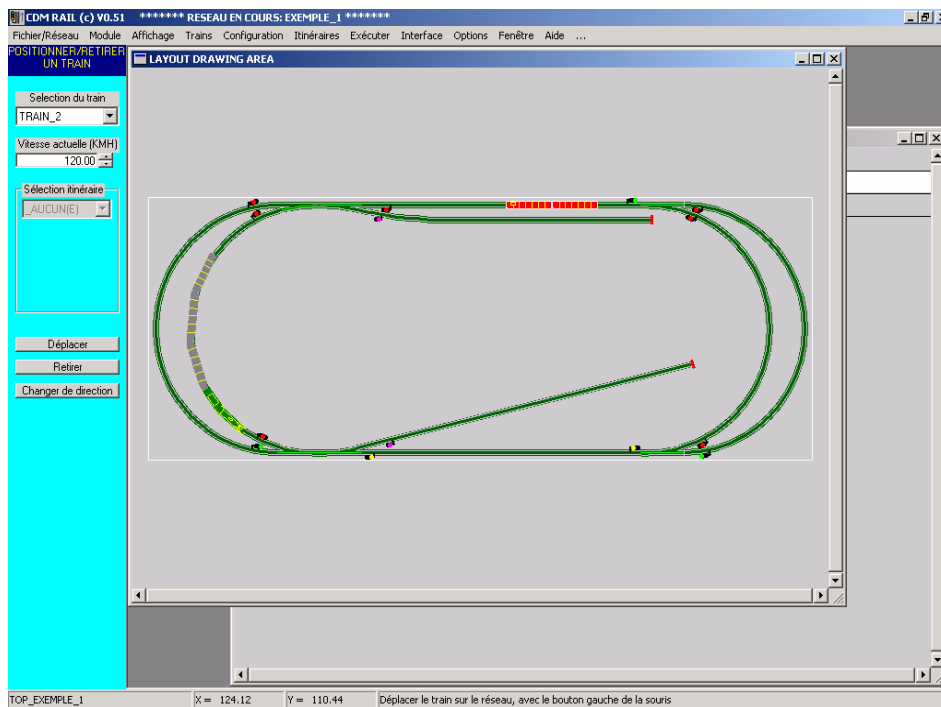

Figure 8-14 Positionnement de TRAIN_2 après changement de direction: touche "espace" ou bouton "Changer de direction"
- Soit changer son orientation (voir figure 8-14):